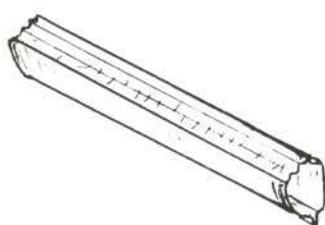
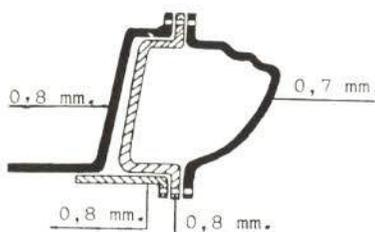

Fig. 10
Fig. 11
- *Larguero estribera bajo puerta* (fig. 10). Va soldado con puntos al armazón del lateral, a la chapa del piso, y a la pletina de unión del piso con el lateral. Es de accesibilidad normal para la reparación, teniendo una configuración cerrada, constituida por chapas de espesores entre 0,7 y 0,8 mm. (fig. 11). Para su sustitución, los desmontajes previos serán, la moldura de entrada de la puerta, el perfil de la goma de contorno de la puerta, y desmontar o separar la moqueta del piso.